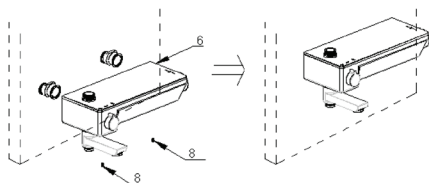

Рис.8
5. Установите корпус смесителя (6) на металлические переходники на трубах водоснабжения, убедитесь, что корпус смесителя плотно прижат к стене, затем прикрепите корпус смесителя (6) к стене винтами М6 * 6 (8) с помощью шестигранника (рис.8).